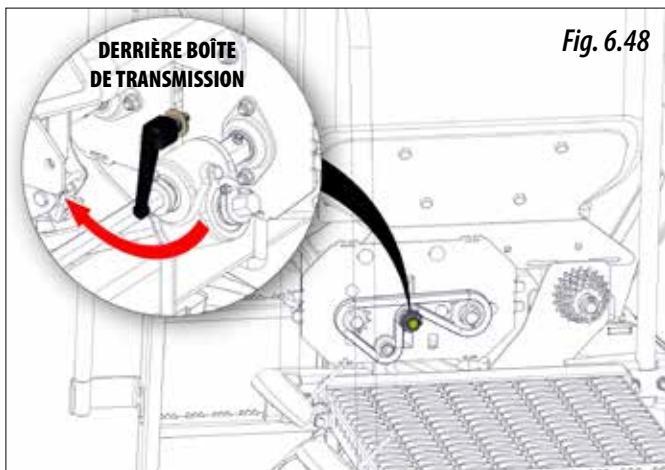

Fig. 6.48
- 4- Remettre la chaîne en place, la tendre au moyen du pignon tendeur et serrer fermement la manette (figure 6.48).